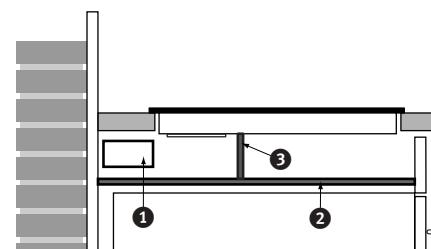

Figuur 12
- ① Zaag de beluchtingsopening(en) uit zodat de totale oppervlakte van de gaten minimaal 100 cm2 is. Zie bijvoorbeeld figuur 12 met twee gaten van 50 cm2.
- ② Plaats een schermplaat tussen de oven en de kookplaat. De plaat moet minimaal 10 mm dik zijn en hittebestendig (85 °C). De ruimte tussen de onderzijde van de kookplaat en schermplaat moet minimaal 50 mm bedragen.
- ③ Plaats, voor afscherming van de luchtstroom, een schermpaneel, van hetzelfde materiaal als de schermplaat, tussen de schermplaat en de kookplaat. Beluchting vindt plaats via de naastliggende kasten.